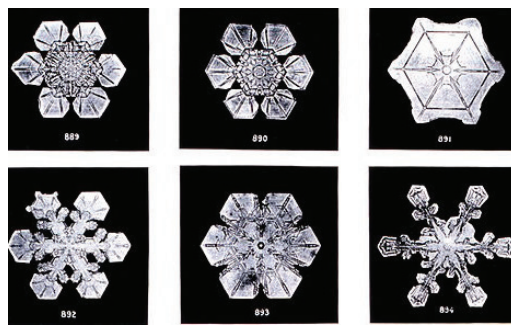

Рис. 6. Геометрическое совершенство снежинок
2) *Снежинка* (рис. 6) – снежный или ледяной кристалл, чаще всего в форме шестилучевых звёздочек или шестиугольных пластинок, образующийся при отрицательной температуре воздуха. Они возникают за счёт непосредственного перехода водяного пара в твёрдую фазу.